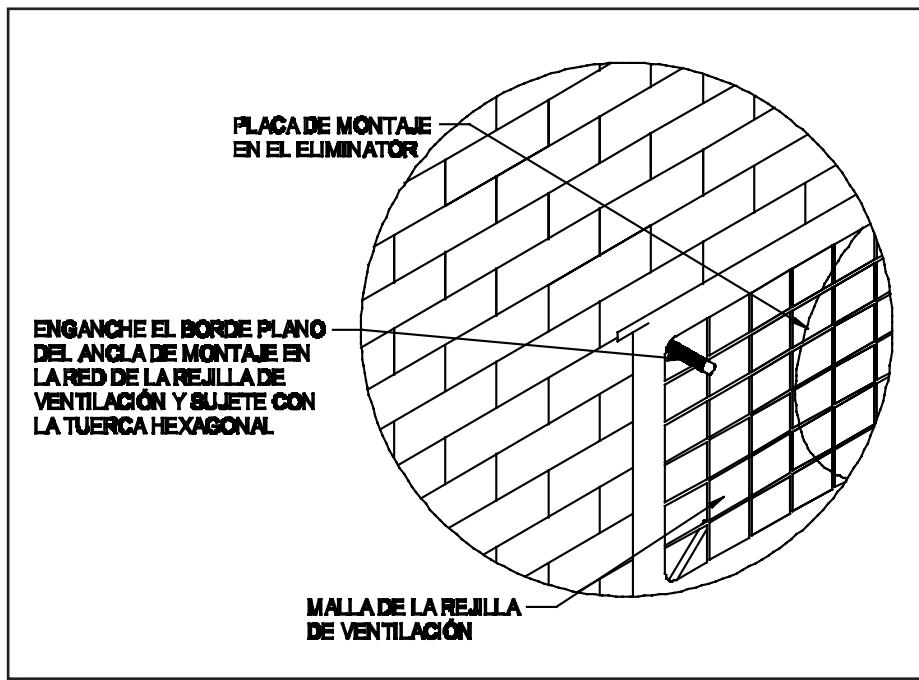

Figura 4
3. Asegure el ELIMINATOR™ contra la malla de rejilla de ventilación con as anclas de montaje que se suministran. Introduzca el borde plano del ancla de montaje a través de los orificios ranurados en la placa de montaje del ELIMINATOR™ y enganche la malla de la rejilla de ventilación. Sosténgalo en su lugar e instale la arandela plana y la tuerca hexagonal que se suministran. Despues de que se hayan instalado los cuatro (4) soportes de montaje, apriete las tuercas. (Ver Figura 4)